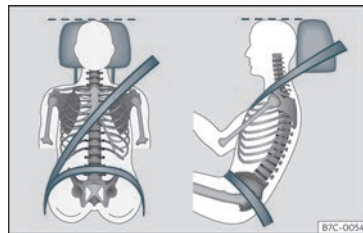

Fig. 3 Nastro della cintura e poggiatesta posizionati correttamente.
- Regolare il poggiatesta portando il suo bordo superiore alla stessa altezza della parte superiore della testa, in nessun caso mai sotto l'altezza degli occhi. Tenere la nuca quanto più vicino possibile al poggiatesta» **fig. 3**.